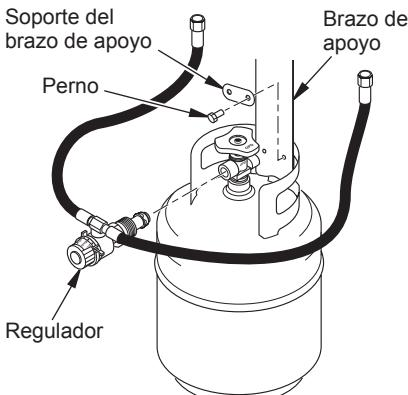

Figura 5 - Instalación del brazo de apoyo y el regulador en el tanque de propano o gas LP
- Sólo en los modelos de 30,000 BTU** Fije el calentador al resguardo del cilindro de propano o gas LP con el brazo de apoyo en el interior del resguardo y los pernos en los dos orificios del resguardo (consulte la figura 5). Apriete el soporte del brazo de apoyo en su sitio utilizando las tuercas mariposa que se incluyen.